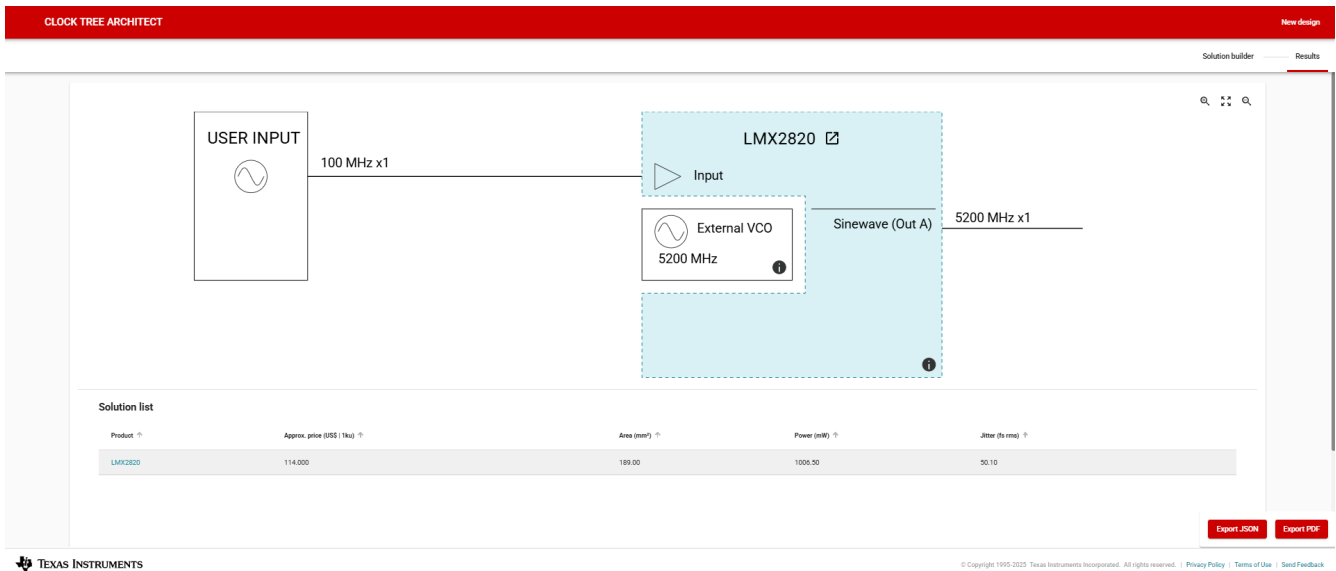

图 9-8. 结果页面显示符合您应用要求的最佳时钟建议
6. 几分钟 (有时是数分钟) 后, CTA 会生成符合您系统要求的时钟方案列表。结果按 TI 的最佳建议到最差建议进行排列。图 9-8 展示了该示例的结果, 明确推荐使用 LMX2820。